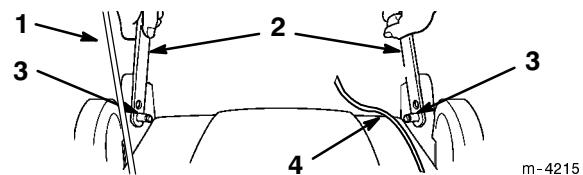

Figure 47
5. Posez la partie supérieure du mancheron sur le sol derrière la tondeuse, en prenant soin de tourner l'étiquette vers le haut et en plaçant les câbles de commande entre les supports de montage du mancheron (Fig. 47).
1. Rapprochez les deux côtés de la partie inférieure du mancheron l'un de l'autre, pour pouvoir enfilez les goupilles des supports dans les trous du mancheron, puis relâchez les côté (Fig. 47).